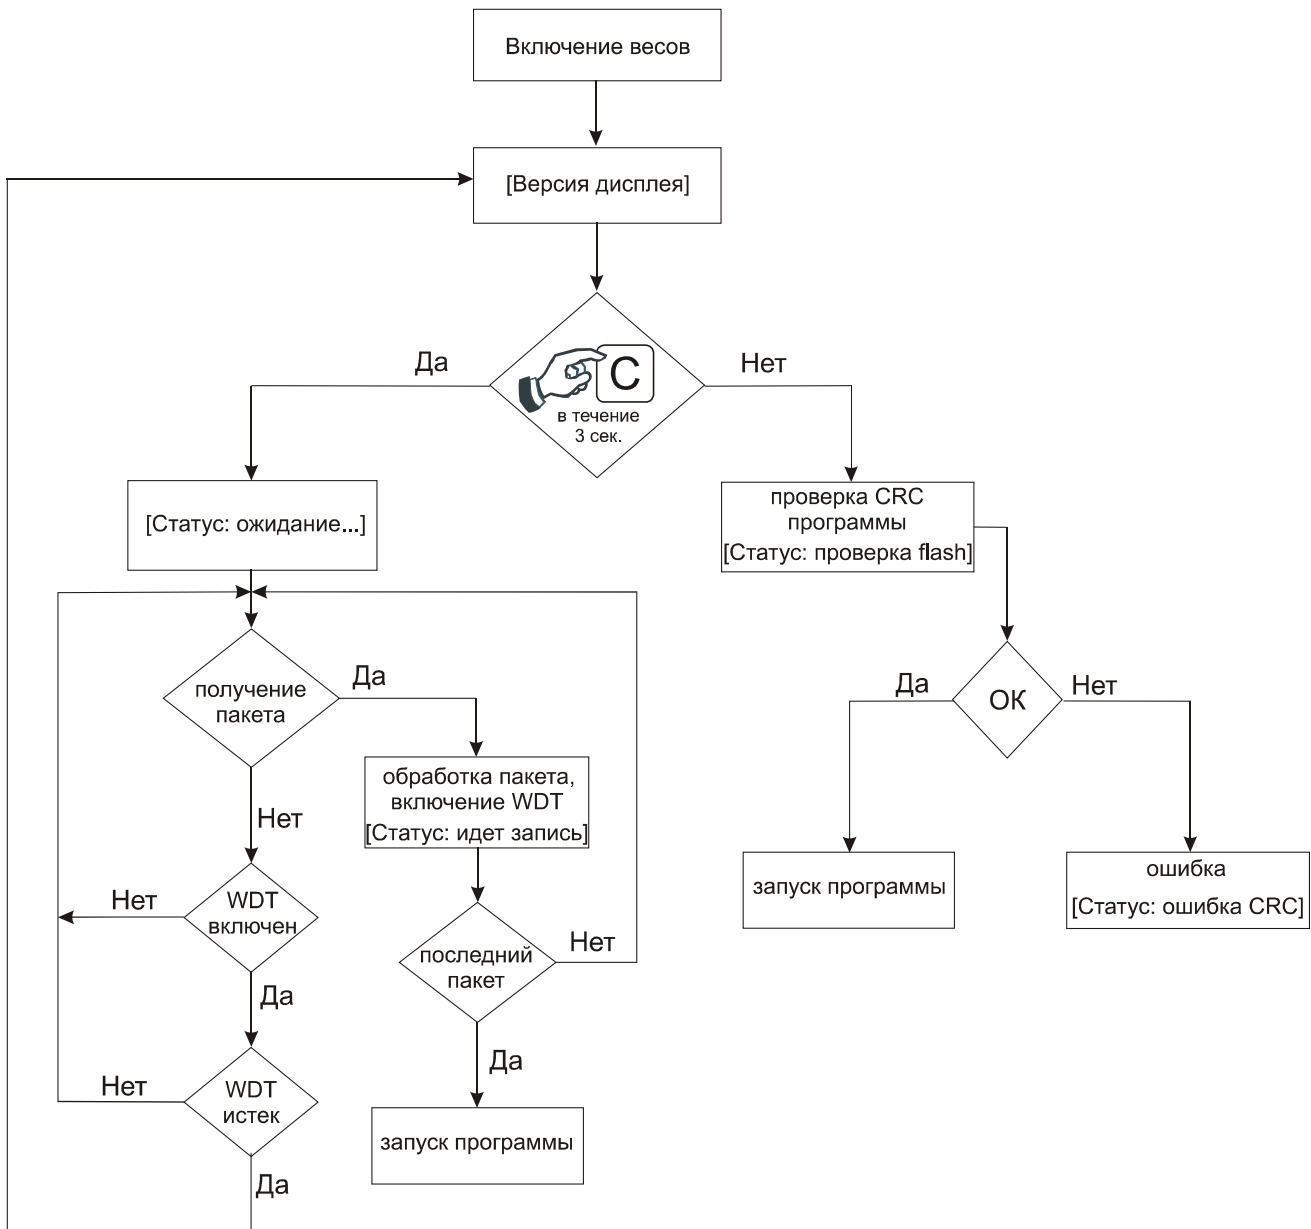

Рисунок 40. Алгоритм работы программы-загрузчика
2. Включите весы. При включении весов запускается программа-загрузчик, а на экране в течение нескольких секунд отображается версия дисплея (см. Рисунок 40). Если в это время нажать любую клавишу весов (для примера пусть это будет клавиша С), весы входят в режим ожидания обновления основного ПО, при этом на экране отображается надпись «Загрузчик Штрих-Принт 4.5 Статус: ожидание...». Запустите утилиту для изменения версии ПО - на экране монитора появится окно с отображением хода выполнения программы (см. Рисунок 41), а на экране весов статус сменит значение на «идет запись». При завершении прошивки статус сменится на «выполнено», а весы будут издавать повторяющийся звуковой сигнал. Прошивка завершена, выключите и включите вновь весы.